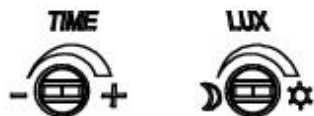

Рис.6 Регулировка датчиков
6.2.4. После чего необходимо выставить параметры работы датчика регуляторами TIME (время задержки включения) и LUX (уровень освещенности) рис.6, провести тесты настройки и подобрать оптимальный диапазон.